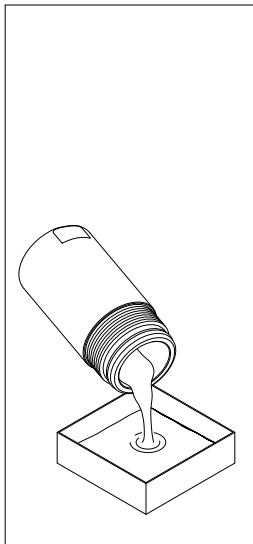

fig. 11
- (Fig. 11) Svotare il fluido di lavoro dal contenitore al recipiente di raccolta